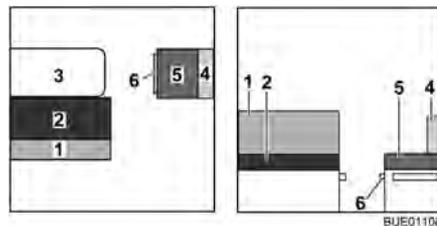

Fig. 118 Avant la transformation
- Convertir la table (Fig. 118,3) en sommier de lit (voir paragraphe 6.10).
- Enlever le coussin de dossier (Fig. 118,1) et le placer de côté.
- Enlever et mettre de côté le coussin de dossier (Fig. 118,4) et le coussin d'assise (Fig. 118,5).